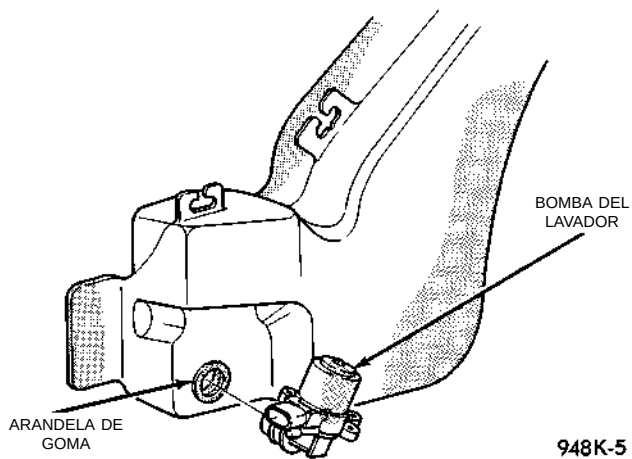

Fig. 7 Bomba del lavador
- (1) Eleve el vehículo con un elevador.
- (2) Desconecte el conector de cables de la bomba del depósito.
- (3) Desconecte la manguera del lavador situada en la bomba y drene el depósito.
- (4) Con suavidad, extraiga la bomba mediante un movimiento de palanca para separarla del depósito y retírela de la arandela de goma. Debe tener cuidado de no perforar el depósito (Fig. 7).
- (5) Retire la arandela de goma del depósito y deséchela.